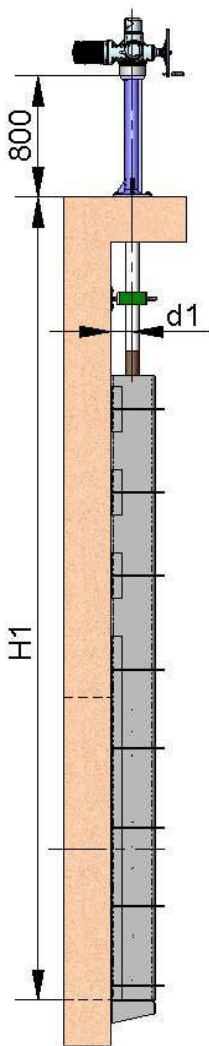

fig. 19
- A coluna de manobra comum é de 800 mm de altura (fig. 19).